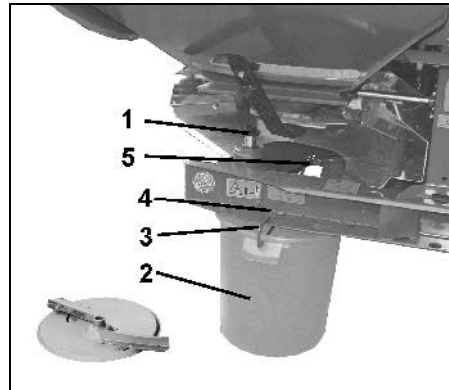

Fig. 34
- Flügelmutter (Fig. 34/1) zur Befestigung der linken Streuscheibe heraus-schrauben und Streuscheibe von Getriebewelle abziehen.
- Auffangbehälter (Fig. 34/2) mittels Bügel (Fig. 34/3) in die Aufnahmen (Fig. 34/4 und Fig. 34/5) am Rahmen einhängen.